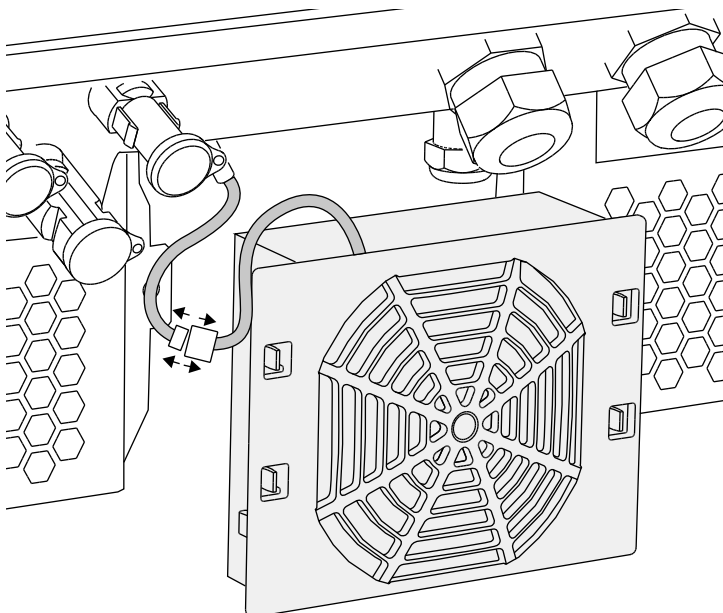

Abb. 72: Lüfterkabel abziehen
4. Lüftereinheit aus dem Gehäuse vollständig herausziehen. Dazu Steckverbindung des Lüfterkabels trennen. **Abb. 72**